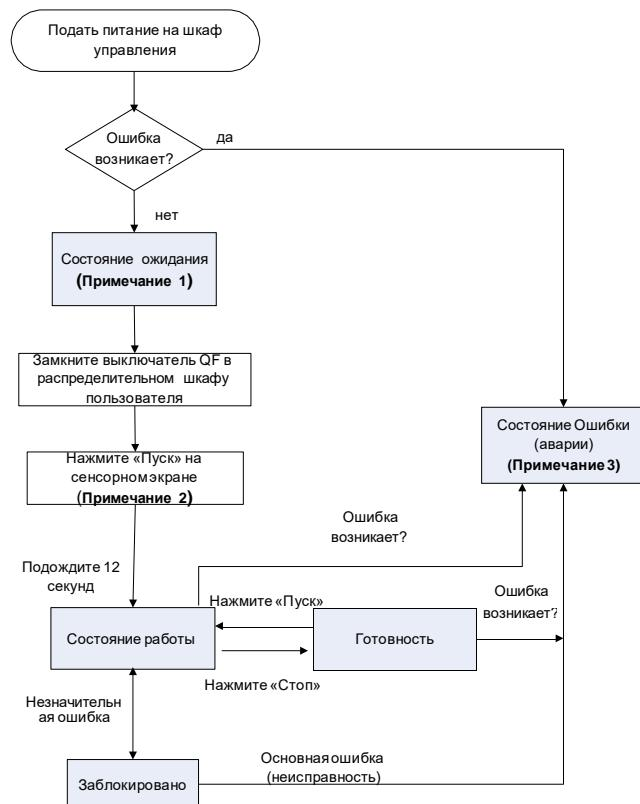

Рис.7-2 Блок-схема для быстрого запуска устройства
(2) Заводская настройка режима управления КМ2 в автоматическом режиме, схема быстрого запуска показана на Рис.7-2.